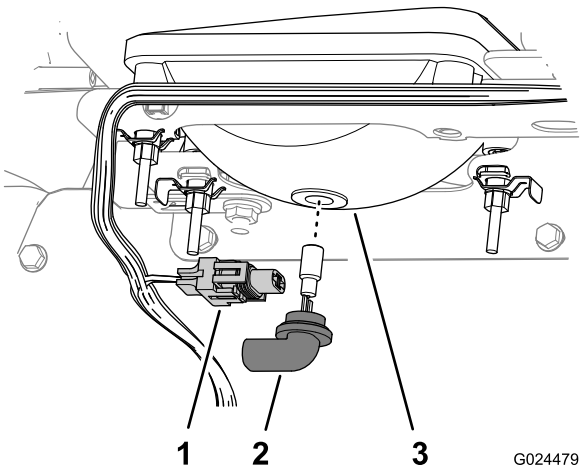

Рисунок 50
- Отсоедините электрический разъем жгута проводки от разъема на лампе в задней части корпуса фары (Рисунок 50).
4. Поверните лампу в сборе на 1/4 оборота против часовой стрелки и одновременно перемещайте ее назад, чтобы извлечь из корпуса фары (Рисунок 50).
5. Вставьте новую лампу в сборе и корпус фары, совместите выступы в лампе с пазами в корпусе фары (Рисунок 50).
6. Закрепите лампу в сборе, повернув ее на 1/4 оборота по часовой стрелке (Рисунок 50).
7. Подсоедините электрический разъем жгута к разъему нового узла лампы (Рисунок 50).